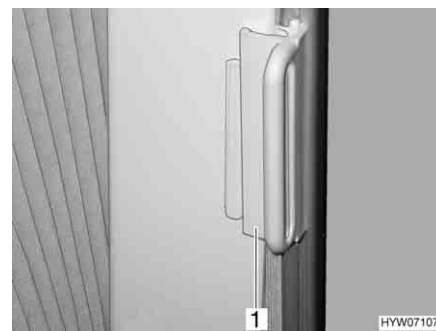

Fig. 39 Dispositivo di bloccaggio per la tendina oscurante pieghevole
- Spingere l'impugnatura (Fig. 39,1) fino al sopralzo. La tendina oscurante pieghevole è ora bloccata.